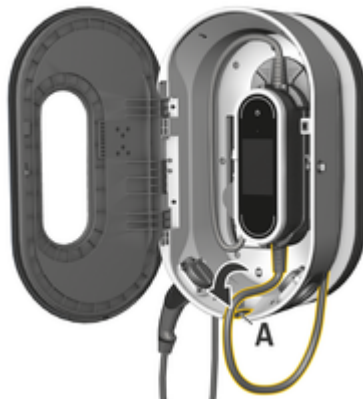

Рис. 129 Зацепление панели управления
3. Проведите автомобильный кабель через отверстие **А** (Рис. 129) и намотайте лишнюю кабель на зарядную док-станцию.